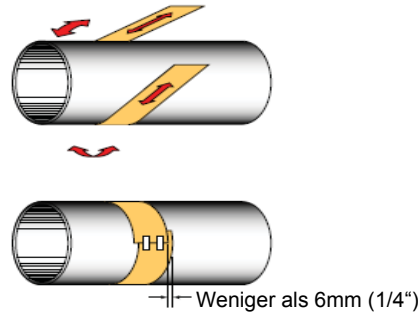

Abb. 27: Ausrichtung mit Papierstreifen
- 1) Das Papier gemäß Abb. 27 um das Rohr wickeln. Die beiden Enden des Papierstreifens auf 6 mm ausrichten.